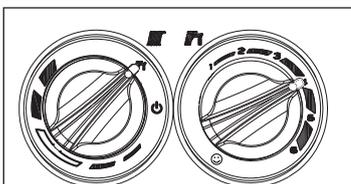

fig. 4.2
- portare il selettore di funzione su  (estate) (fig. 4.2)